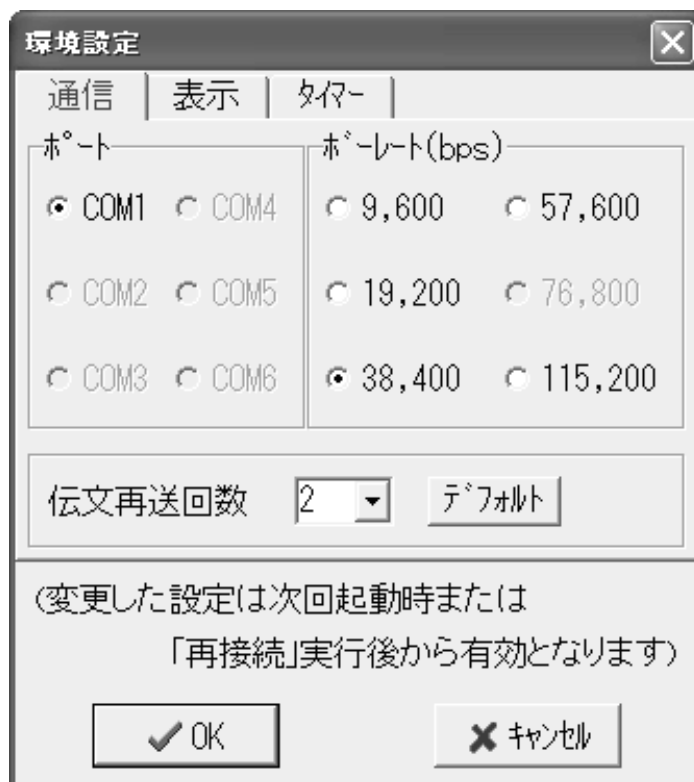

図9.7.1 環境設定 - 通信
- メニューからツール(T) 環境設定(S)と選択します。
- 通信 のタブをクリックすると、図9.7.1の画面が表示されます。